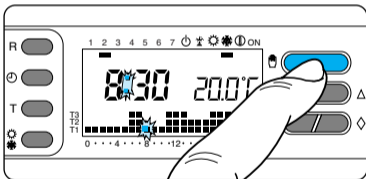

Fig. 33
*AUTOMATICO prima dello scadere del tempo programmato premere il pulsante  (fig. 33).*